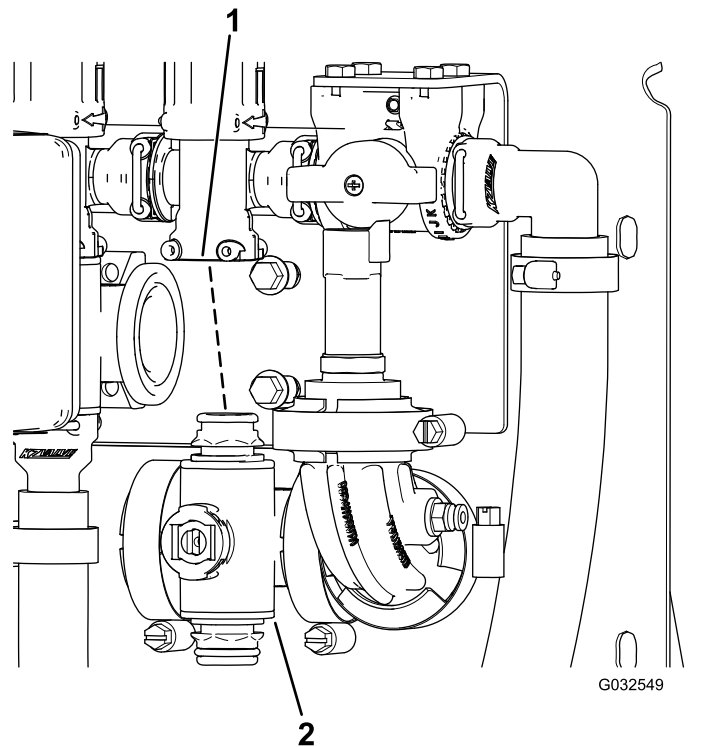

Bild 110
3. Nehmen Sie den Abschnittventilverteiler von der Maschine ab (Bild 110).